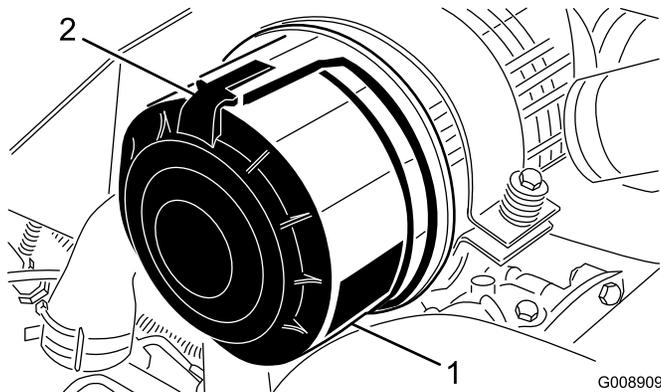

Bild 43
1. Lösen Sie die Laschen, mit denen die Abdeckung am Luftfilterkörper befestigt ist (Bild 43).